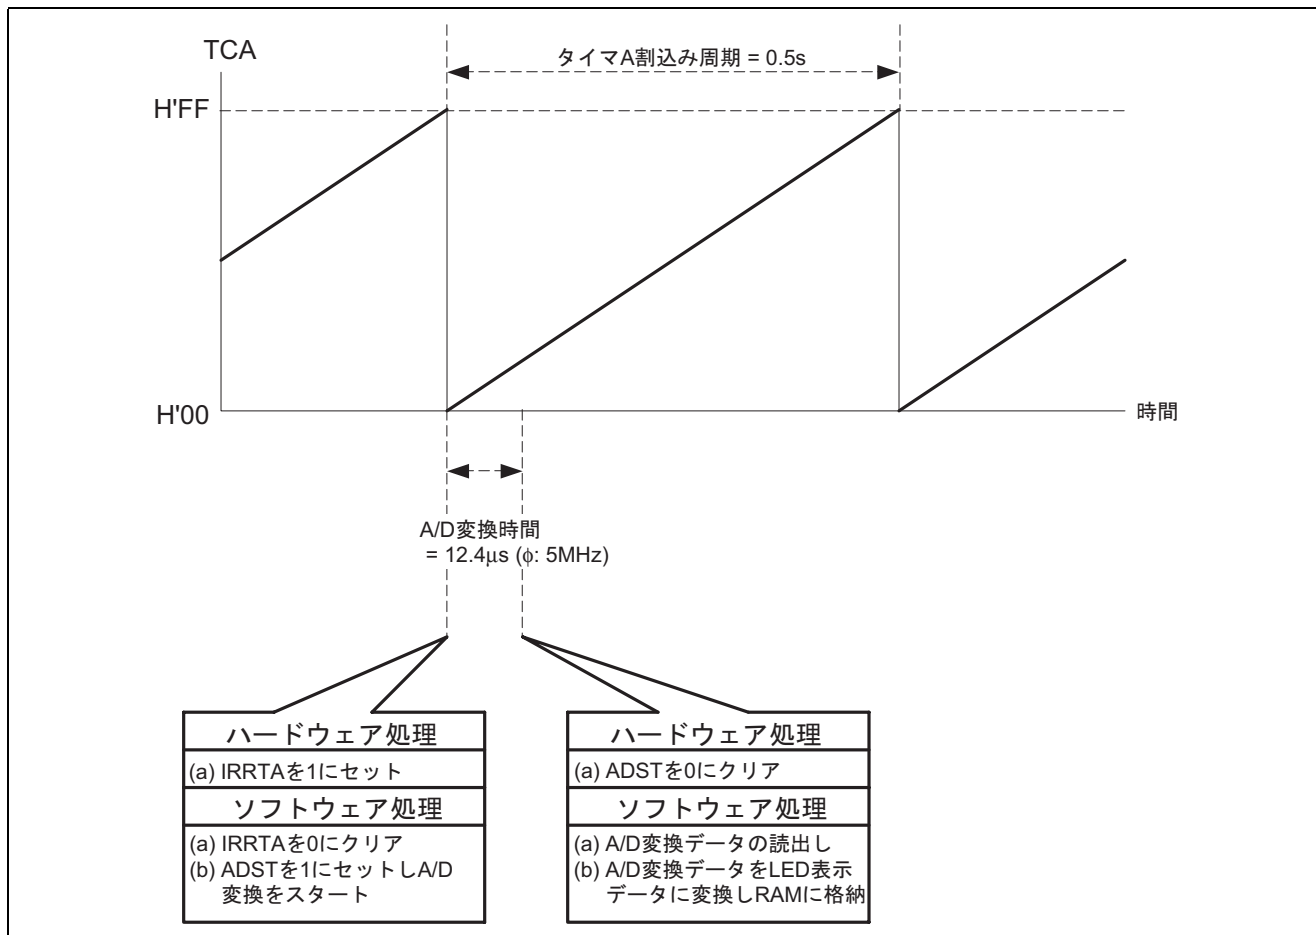

図 8 タイマ A を使用した AN0 端子の A/D 変換の動作原理
(1) 図 8 にタイマ A を使用した、AN0 端子の A/D 変換を行う際の動作原理を示します。図 8 に示すように、本タスク例では、A/D 変換割込みを使用せずに tmra 割込み処理ルーチンの中で、A/D 変換終了判定を行っています。